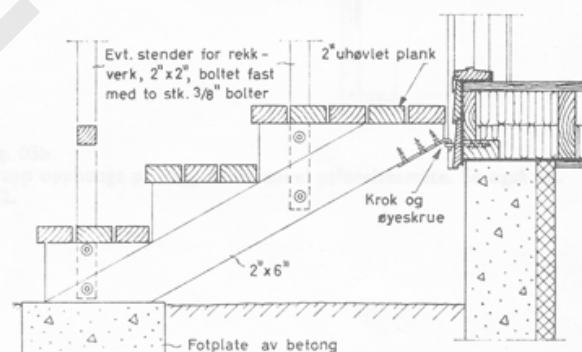

Fig. 244. Opphengt tretrapp av trykimpregnerte materialer. Mål 1:20
- 244 En enkel tretrapp kan lages som vist på fig. 244. Materialene må være fullimpregnerte. Trappen henges opp på veggen som vist på fig. med krok og øyebolt av 1/2" forsinket rundstål. Den nederste del av trappen står på en plate av betong eller stein. Treverkets dimensjoner framgår av tegningen.